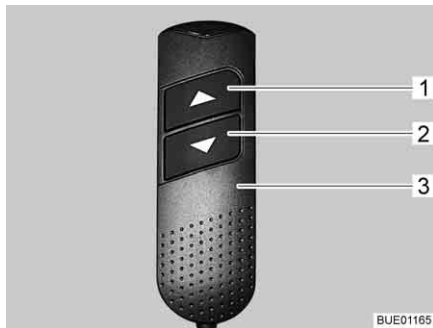

Fig. 134 Commande manuelle
**Rentrer :** ■ Sur la commande manuelle (Fig. 134,3), appuyer sur la touche "▼" (Fig. 134,2) et la maintenir pressée. Le pied rentre. Les têtes se relèvent.
**Sortir :** ■ Sur la commande manuelle (Fig. 134,3), appuyer sur la touche "▲" (Fig. 134,1) et la maintenir pressée. Le pied sort. Les têtes s'abaissent.
**Régler les têtes :** ■ Sur la commande manuelle (Fig. 134,3), appuyer sur la touche "▼" (Fig. 134,2) ou sur la touche "▲" (Fig. 134,1) jusqu'à ce que la position désirée soit atteinte.